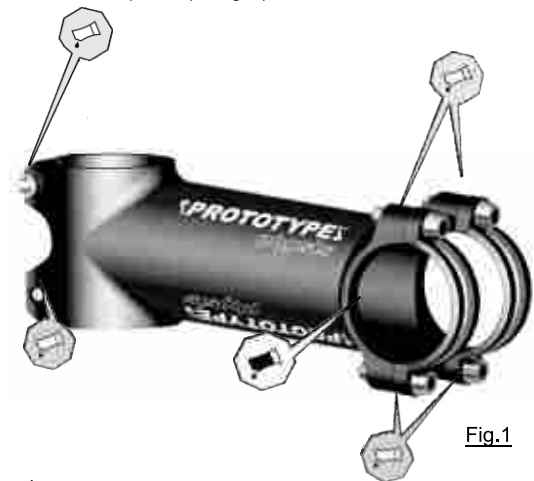

Fig.1
PASSO 1 - Remova cuidadosamente todos os parafusos. Lubrifique todos os orifícios com massa lubrificante. Aplique pasta de fricção nas zonas de aperto - (ver fig. 1).